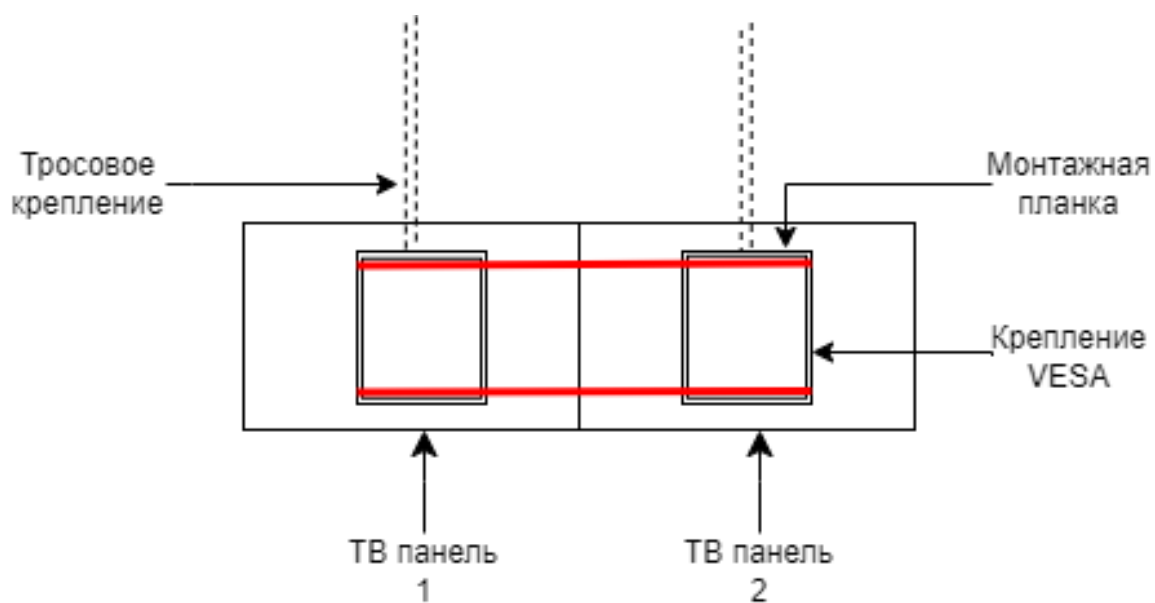

Рисунок 6.6 – Единое крепление на весь ряд ТВ, используя монтажные планки (тыльная сторона)
- две соединительные монтажные планки, расположенные горизонтально, параллельно краям ТВ, планки не должны выходить за габариты корпуса телевизора (рис. 6.6).